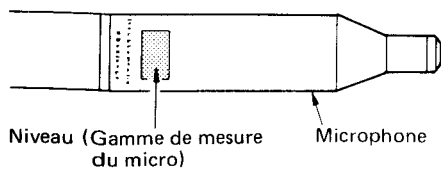

Fig. 1
- 1) Vérifier la gamme de mesure du microphone. (Fig. 1)